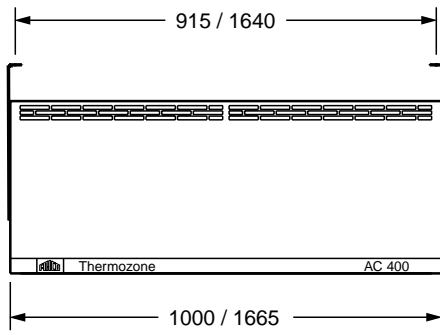

Fig 1.
- Разметьте место на стене или на потолке под отверстия консолей, надежно их закрепите и подвесьте завесу на консоли (рис. 1). Крепление производится штатными болтами M10 в центральные отверстия консоли и на торце завесы, угол нужного наклона завесы фиксируется штатными болтами M10 в соответствующих отверстиях консоли и завесы.